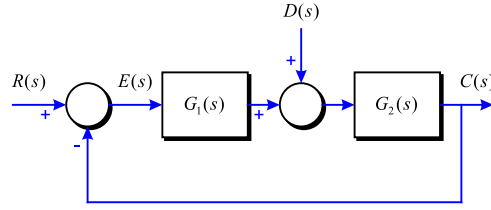

Figura 3-14
**Problema 63** Donat el sistema de control de la Figura 3-14 amb: